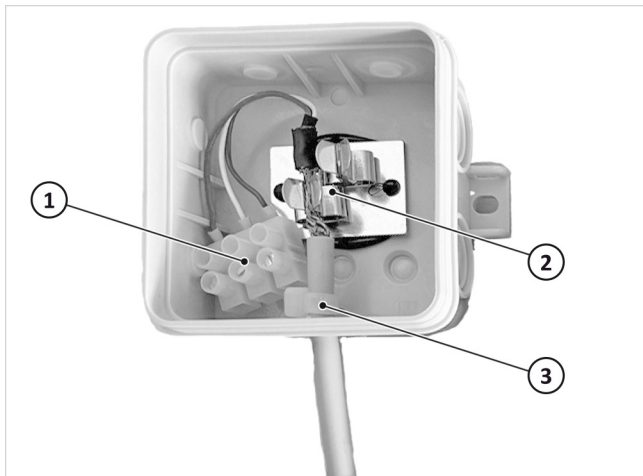

Abb. 53: Modbus-Verbindungsdose befestigen
7. Beiliegenden Kabelbinder zur Zugentlastung der Leitung zur Wärmepumpe wie in Abb. 53 (3) anlegen.